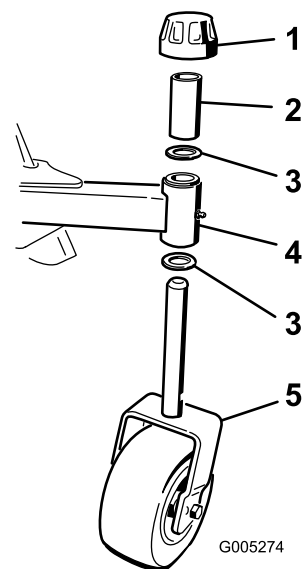

Figure 3
1. Enlevez le chapeau de tension de l'axe de pivot de la roue pivotante (Figure 3). Glissez l'entretoise et une rondelle de butée sur l'axe de pivot. Laissez une rondelle de butée sur l'axe.
2. Poussez l'axe de pivot dans les bagues du cadre du souffleur, insérez une autre rondelle de butée sur l'axe, glissez l'entretoise sur l'axe et fixez l'ensemble avec le chapeau de tension (Figure 3).